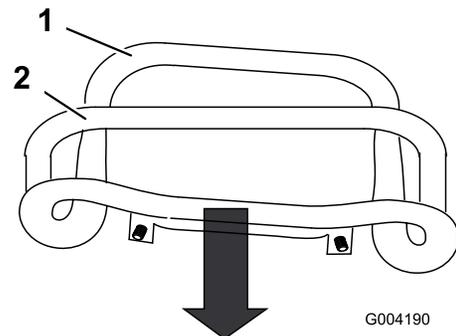

Figura 54
3. Tirate all'indietro il comando della trazione, spostandolo con un movimento rettilineo, in modo che la parte anteriore del comando venga a contatto con la barra di riferimento (Figura 54).